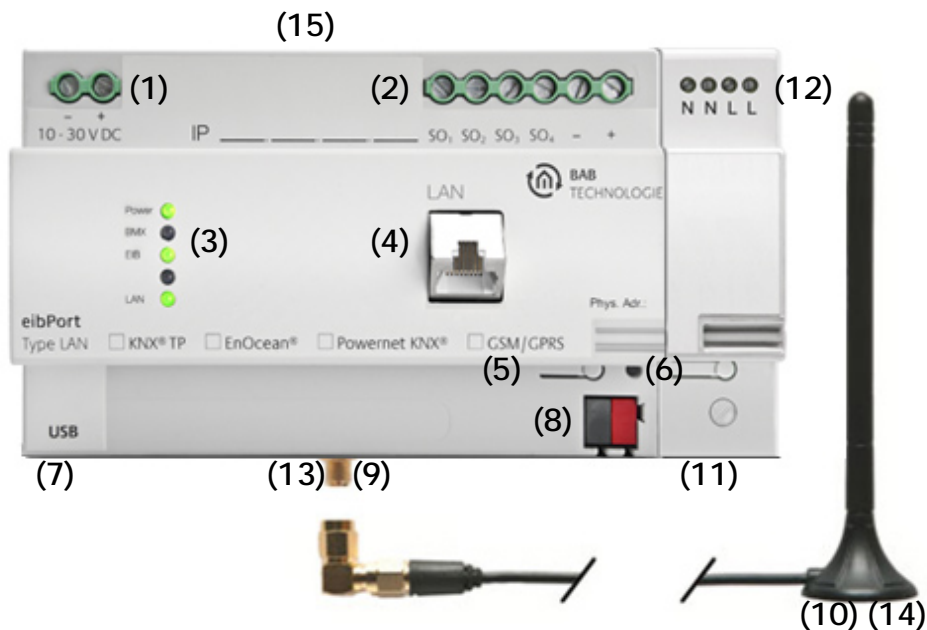

Abbildung 2: Geräteaufbau
Bitte achten Sie bei der Konfektionierung der Spannungsversorgung darauf dass genügend Leistung zur Verfügung steht. Der **eibPort** braucht beim Boot-Vorgang 300mA bei 12 V! Schließen Sie die Spannungsversorgung entsprechend der Kennzeichnung an die Schraubklemmen (**Abbildung 2 (1)**) an. Als Spannungsversorgung kann auch (wenn vorhanden) der unverdrosselte Ausgang einer EIB-Spannungsversorgung verwendet werden (ausreichende Leistungsreserve beachten).
Um den **eibPort** zu programmieren ist ein Zugriff über LAN notwendig. Das kann entweder über ein vorhandenes LAN oder über eine direkte Verbindung geschehen. Stecken Sie die Netzwerkleitung (LAN) in die RJ 45-Buchse (**Abbildung 2 (4)**) ein.
- § Schließen Sie die Busleitung an die Busanschlussklemme (**Abbildung 2 (8)**) an
- § Verbinden Sie den Powernet Netzankoppler (**Abbildung 2 (11)**) mit der Netzspannung.
- § Schrauben Sie den SMA Stecker auf die SMA Buchse (**Abbildung 2 (9,10)**) bis dieser festsetzt.
- § Schließen Sie den 1-Wire-Bus an den USB Anschluss (**Abbildung 2 (7)**) an. Über einen 1-Wire-Bus-Adapter wird das 1-Wire Netzwerk mit dem eibPort verbunden. Für die meisten Einsatzzwecke ist die normale Fernmeldeinstallationsleitung ("Telefonkabel") J-Y(ST)Y 2x2x0,8 bzw. eine KNX-Installationsleitung bestens geeignet.
Sind alle Anschlüsse montiert kann das Gerät mit Spannung versorgt werden. Um die korrekte Installation zu kontrollieren warten Sie bis das Gerät vollständig gebootet ist. Das dauert circa 2 Minuten. Achten Sie dabei auf die „Signal LEDs“ (**Abbildung 2, (3)**) am Gerät. Bei korrekter Betriebsbereitschaft leuchten 4 LEDs: